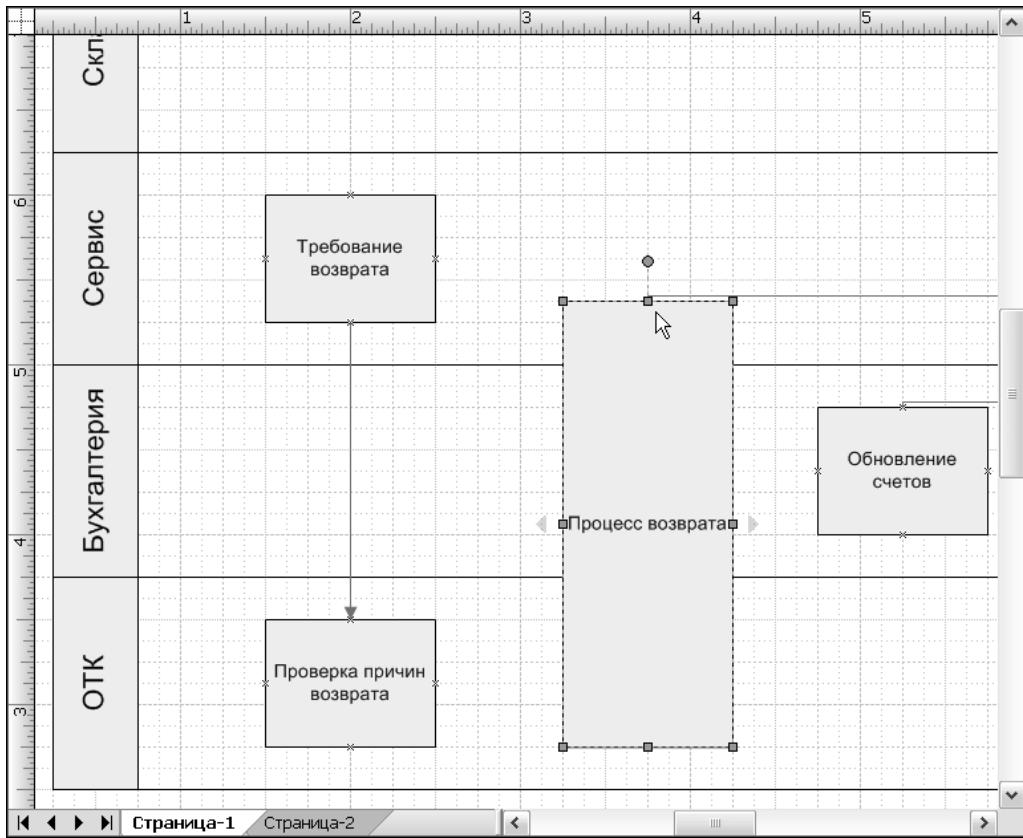

Рис. 16.1. Фигуры этапов можно растянуть на несколько отделов, чтобы указать, какие отделы участвуют в выполнении соответствующих производственных заданий
- Ассоциация подразделений с этапами.** Перетащите маркер управления фигуры этапа так, чтобы фигура охватила отделы, участвующие в процессе, как показано на рис. 16.1.